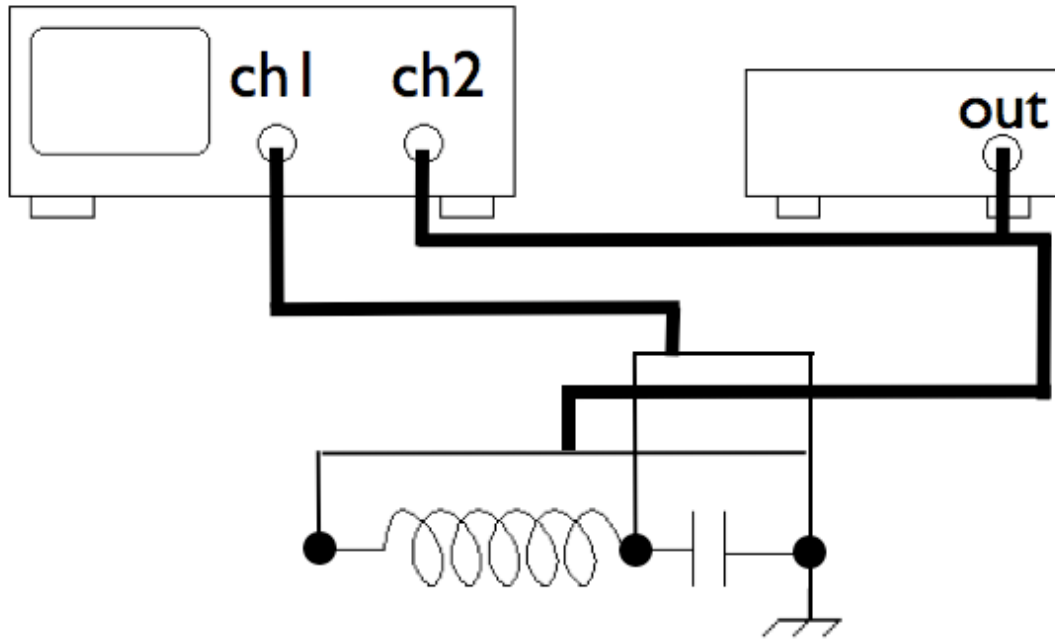

Figura 1: schema dell'apparato sperimentale: i punti neri indicano i collegamenti sul circuito.
3. Collega il coccodrillo nero all'estremo del condensatore e quello rosso all'estremo dell'induttanza. Prendi l'altro cavo con terminazione a coccodrillo e collega il BNC all'ingresso del canale 1 dell'oscilloscopio. Collega il coccodrillo ai capi del condensatore. Rispetta la polarità: i coccodrilli neri (riferimento a terra) devono essere collegati allo stesso estremo (*Figura 1*).